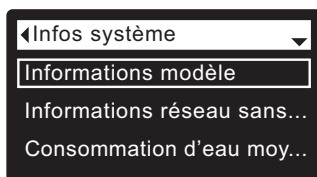

FIG. 61
3. Appuyez sur le **SÉLECTEUR** (O) pour afficher les rubriques d'Infos système (cf. Figure 61).
7. Après avoir lu une rubrique d'informations, appuyez sur le **SÉLECTEUR** (O) : l'afficheur reviendra au menu Infos système (cf. Figure 61) (retour automatique si aucun bouton n'est enfoncé pendant quatre minutes).